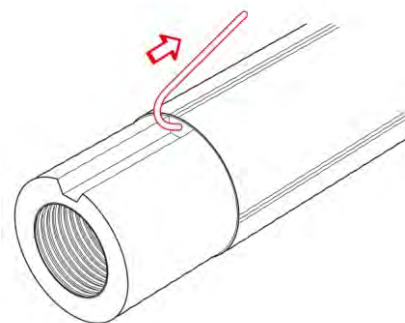

Рис. 3.6.6
6. Отогнуть вырезанные проводники СОДК в сторону (рис. 3.6.6).